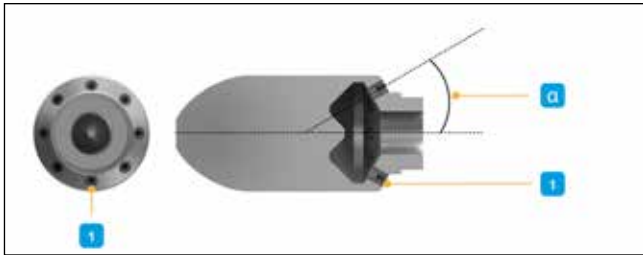

Abb. 76: empfohlener Spülkopf für Hochdruckreinigung
Bei der Druckreinigung von Rohrleitungen mit Wasser (siehe Abb. 74) ist darauf zu achten, dass die Innenfläche der Rohre nicht beschädigt wird. Verwenden Sie immer Methoden, die die Rohrwand nicht mechanisch beschädigen. Achten Sie besonders auf die Auswahl der richtigen Düse (Abb. 76). Wählen Sie die Düsen so aus, dass kein plötzlicher Aufprall der Düse auf die Rohrwand erfolgen kann. Amiblu kann Sie bei Bedarf beraten.
- Der Spülstrahlwinkel sollte nicht größer als 30° sein. Ein kleinerer Winkel als 20° ist für ein GFK-Rohre in der Regel ausreichend, da die glatte Oberfläche des Materials eine Haftung vermindert (siehe Abb. 76).